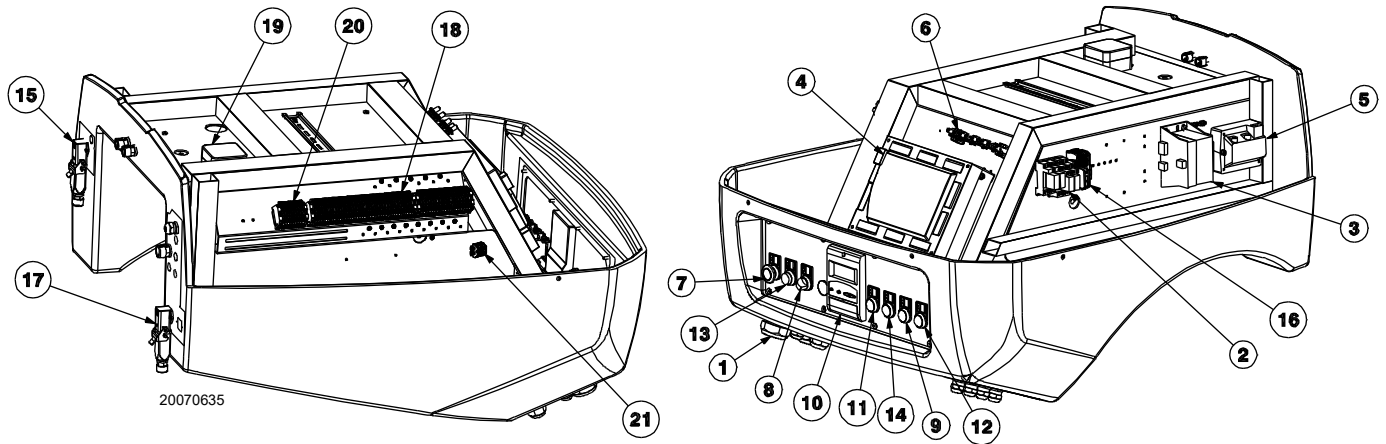

Fig. 5
- **Blocage de la boîte de contrôle:** l'allumage du bouton 13)(Fig. 5) (**led rouge**) avertit que le brûleur est en sécurité. Pour le débloquer, appuyer sur le bouton 13) ou utilise l'écran 10).